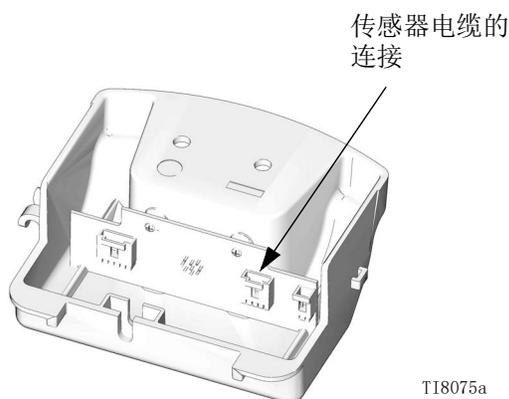

图 15: 传感器电缆的连接
6. 卸下螺丝 (43 和 41)。抓住空气阀 (40) 上下端并将其从右侧旋出，以将排放罩 (E) 从消声器 (15) 中拉出。更换垫圈 (46)。
8. 给垫圈 (46) 涂上黄油，并确保其与空气阀 (40) 背面的孔对准。安装空气阀。安装螺丝 (41) 并用 27.1 牛·米 (20 英尺·磅) 的扭力拧紧。用手拧入螺丝 (43)，然后将其完全拧紧在消声器 (15) 上。
- a. **DataTrak 型号:** 小心地将外罩 (132) 推到空气阀上。用手拧入螺丝 (134)，然后用 11.3 牛·米 (100 英寸·磅) 的扭力拧紧。重新将电磁阀电缆和传感器电缆连接到 DataTrak 模块 (131)，请参见第 14 页。小心地将该模块推回外罩 (132) 内。重新装上两个螺丝 (135)。
- b. **线性传感器型号:** 将传感器电缆重新连接到电路板。请参见图 15 (第 28 页)。小心地将外罩 (132) 推到空气阀上。用手拧入螺丝 (134)，然后用 11.3 牛·米 (100 英寸·磅) 的扭力拧紧。
- a. **DataTrak 型号：**卸下两个螺丝 (135)。小心地卸下 DataTrak 模块 (131)，请参见第 14 页。断开防空打电磁阀电缆和传感器电缆与模块控制板的连接。卸下两个螺丝 (134)，小心地将外罩 (132) 从空气阀上推出。
- b. **线性传感器型号：**卸下螺丝 (134)，小心地将外罩 (132) 从空气阀上推出。断开传感器电缆与电路板的连接。请参见图 15（第 28 页）。
10. 重新安装消声器 (15)。完全贴紧消声器拧紧螺丝 (43)。
11. 重新装上外阀盖 (47)。
- a. **DataTrak 型号：**小心地将外罩 (132) 推到空气阀上。用手拧入螺丝 (134)，然后用 11.3 牛·米 (100 英寸-磅) 的扭力拧紧。重新将电磁阀电缆和传感器电缆连接到 DataTrak 模块 (131)，请参见第 14 页。小心地将该模块推回外罩 (132) 内。重新装上两个螺丝 (135)。
- b. **线性传感器型号：**将传感器电缆重新连接到电路板。请参见图 15 (第 28 页)。小心地将外罩 (132) 推到空气阀上。用手拧入螺丝 (134)，然后用 11.3 牛·米 (100 英寸-磅) 的扭力拧紧。
13. 重新装上顶盖 (30)。
5. 卸下螺丝（134），小心地将外罩（132）从空气阀上推出。断开传感器电缆与电路板的连接。请参见图 15。
10. 将传感器电缆穿过转换接头侧面的孔（H），并重新与电路板连接。请参见图 15（第 28 页）。小心地将外罩（132）推到空气阀上。用手拧入螺丝（134），然后用 11.3 牛·米（100 英寸-磅）的扭力拧紧。